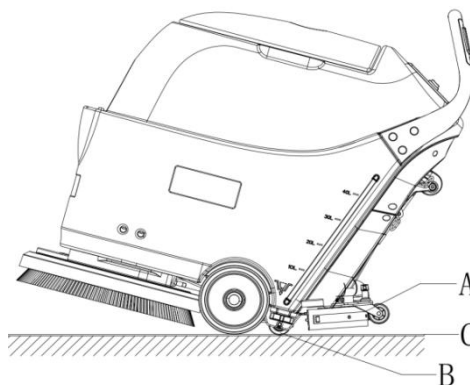

Figure 8
1. Relâcher les interrupteurs de sécurité (1), puis la brosse/le support du coussinet cesse de fonctionner.
2. Appuyer sur le commutateur de la brosse (46), le commutateur d'aspiration (47) et le commutateur d'alimentation (45) à la position d'arrêt "0".
3. Lever la raclette (A, Figure 8) du sol par le levier de la raclette (14).
4. Maintenir le guidon de la machine (2) et faire pencher en arrière la machine jusqu'à ce que les roues d'assistance (B, Figure 8) touchent le sol.